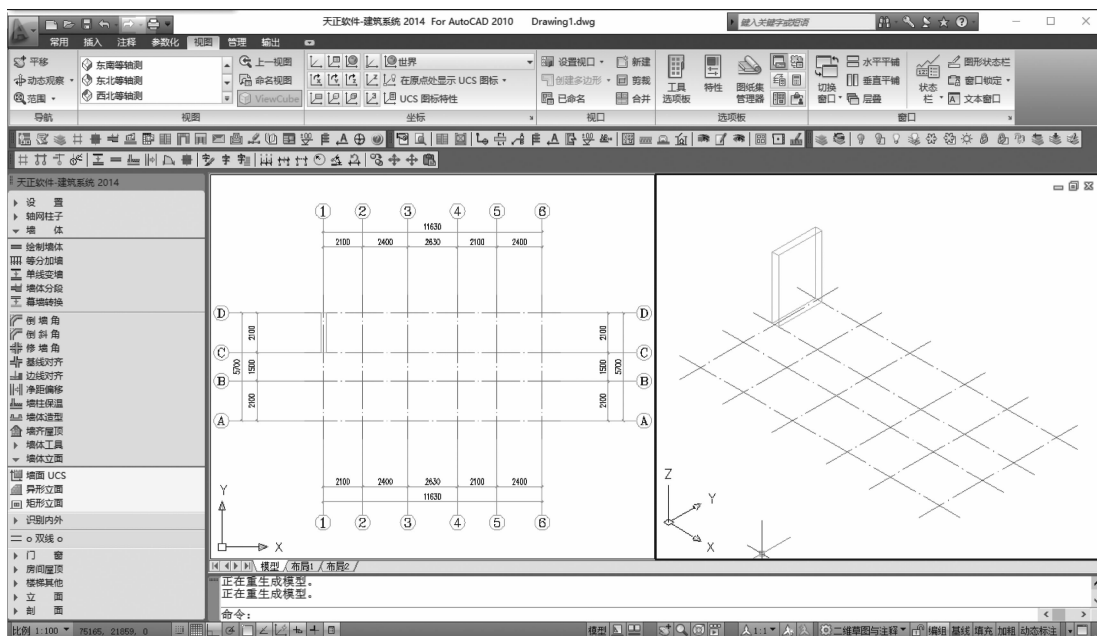

图 3-31 “两个:垂直”视口的空间显示(异形立面)
(2) 切换到“视图”选项卡,在“视口”组中单击“设置视口”下拉按钮,在弹出的下拉列表中选择“两个:垂直”选项,空间显示如图 3-31 所示。